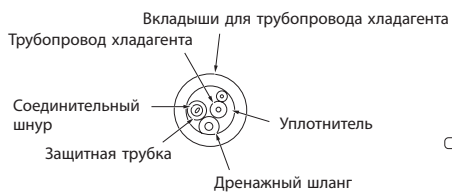

Рис. 7-1
- Правильно скомпонуйте коммуникационные линии, протягиваемые через стену, используя вкладыши для трубопровода хладагента и специальный трубный уплотнитель, как показано на рис. 7-1.